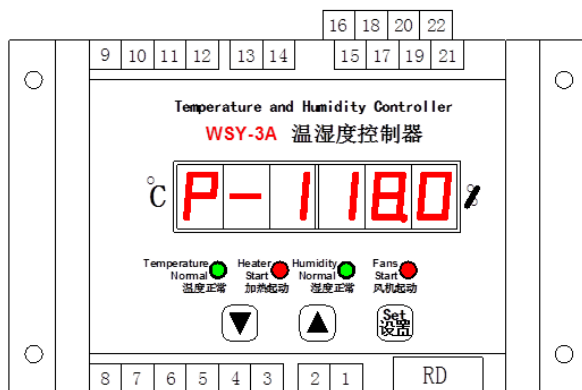

图1
- 按下设置键，进入参数设置状态，左侧三位数码管闪烁显示P-1，表示是温度下限设置值，右侧三位数码管为数值位，通过“∧”、“∨”进行设置（见图1），设置范围0-99。